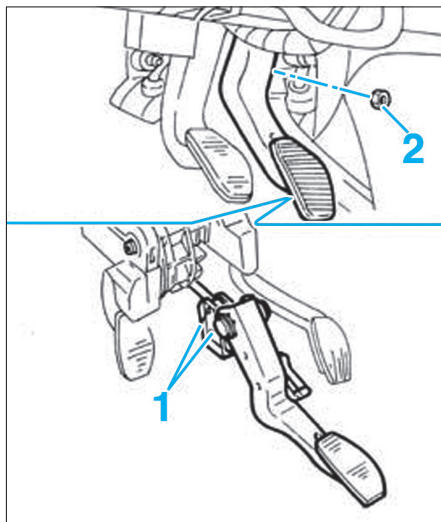

FIG. 13
- Agir sur la pédale de frein et décrocher les deux arrêteurs (1) qui fixent la tige de servofrein.
- Séparer la tige du servofrein (Fig.13).
- Déposer les écrous (2) de fixation du pédalier au servofrein.